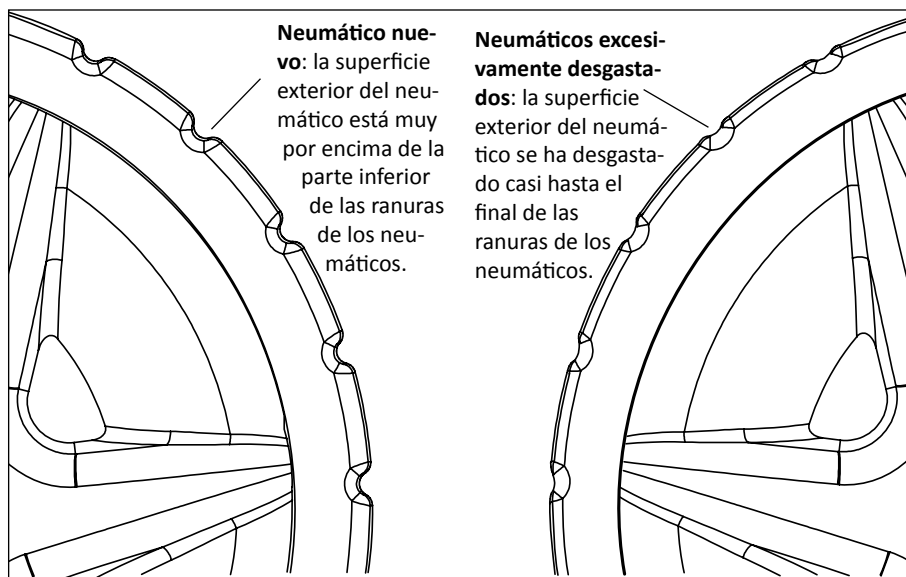

Figura 18: comparativa de desgaste del neumático
- Los neumáticos no estén excesivamente gastados. Véase la **Figura 18** en la siguiente página.
Tras un uso prolongado, es posible que deba sustituir los neumáticos de goma del limpiafondos de succión lateral de piscina BLUEREBEL™. Cuando la superficie del neumático se ha desgastado por las ranuras del neumático, deberá sustituirlo. Véase la **Figura 18**.